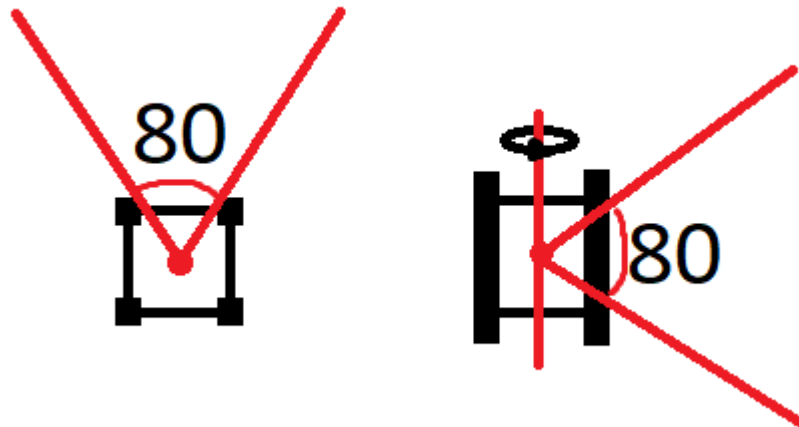

Рисунок 1. Схема угла обзора полезной нагрузки, вид сверху и сбоку.
- Разрабатываемый модуль должен производить наведение луча лазера из геометрического центра юнита в двух перпендикулярных осях вращения (ось наклона и поворота) с углом обзора 80 градусов по каждой из осей. Ось поворота для наклона проходит через геометрический центр юнита, а также центры двух противоположных боковых сторон, ось поворота проходит через геометрический центр юнита и центры верхней и нижней сторон юнита (Рисунок 1).